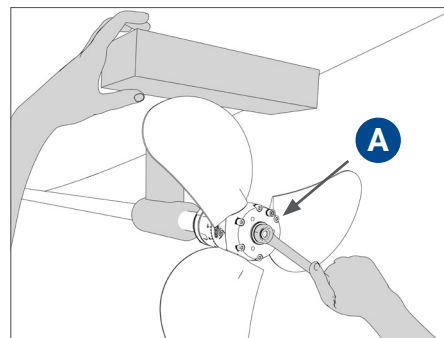

FIG. 14 | Bloquer la rotation et visser l'écrou de serrage
- Pour éviter de plier les pales de l'hélice lors du vissage, faire attention de tourner les pales en position de poussée (et non pas en drapeau), et bloquer la rotation avec une cale en bois entre la pale et la coque. (**Fig. 14**).
- Visser l'écrou de serrage **A** (**Fig. 14**) en appliquant un couple de serrage approprié (selon le type d'écrou, comme conseillé dans le TABLEAU DES COUPLES DE SERRAGE). Lors du serrage, faire tourner délicatement les pales et serrer progressivement l'écrou jusqu'à atteindre le couple de serrage indiqué.